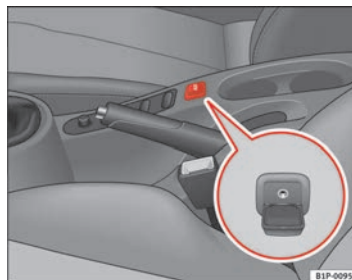

Fig. 101 Connecteur pour l'entrée auxiliaire audio ►
- Soulevez le couvercle AUX ⇒ fig. 101.